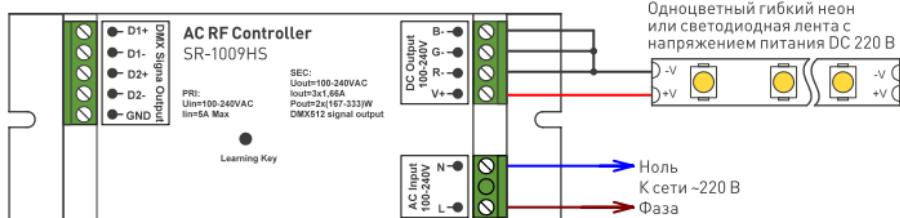

Рис. 2. Подключение одноцветного гибкого неона или светодиодной ленты.
- 3.12. При подключении одноцветных источников света, можно использовать схему Рис. 2. При этом контроллер должен управляться от пульта ДУ или панели управления с функцией диммирования.
⚠ Внимание! Не допускается использовать схему Рис. 2, если контроллером управляет RGB или RGBW пульт ДУ или панель управления.